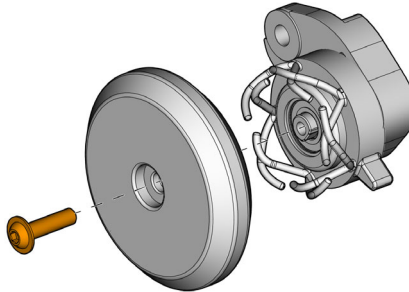

Abbildung 5-15 Radschraube des Weggebers der Index-Achse
1. Halten Sie das Weggeberrad fest, damit es sich nicht dreht, und entfernen Sie die Schraube (siehe Abbildung 5-15 auf Seite 91).